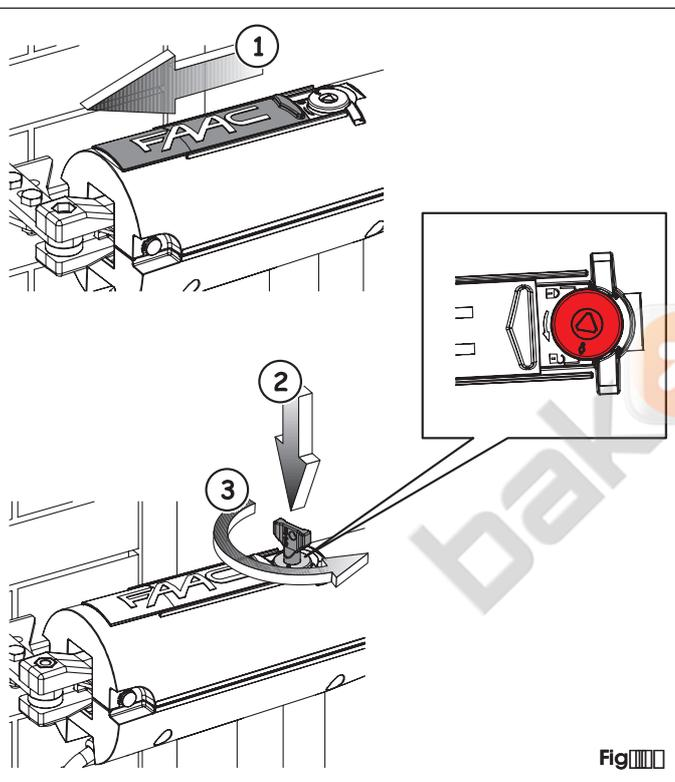
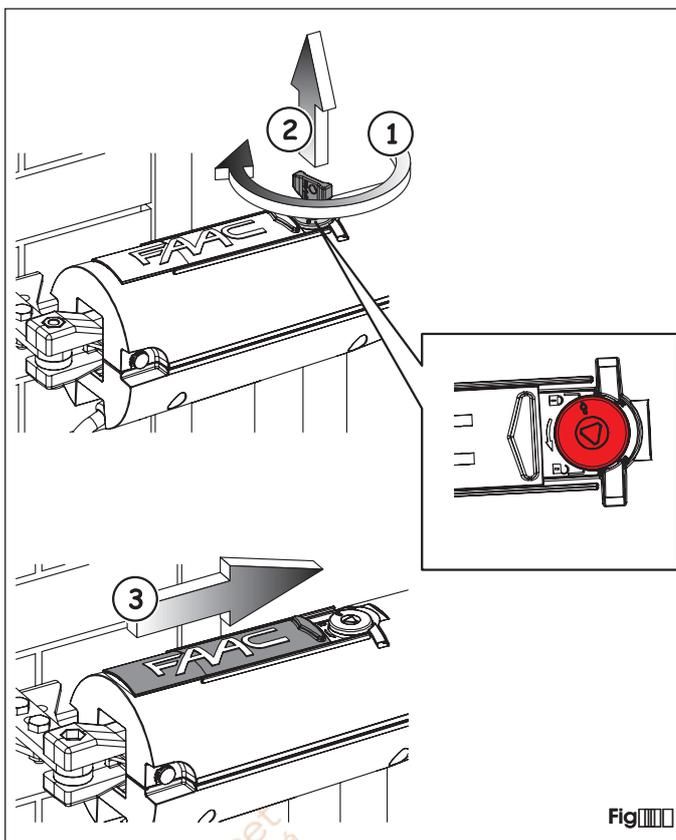

Fig. 1
Fig. 2
- Faire coulisser le capuchon de protection (figure 1) et (2).
- Introduire la clé de déverrouillage fournie (figure 1) et la tourner en sens inverse horaire jusqu'à son arrêt (figure 2). La position de déverrouillage est signalée par un cadenas ouvert.
- Tourner la clé de déverrouillage en sens horaire jusqu'à son arrêt (figure 1) et extraire la clé (figure 2). La position de blocage est signalée par un cadenas fermé.
- Fermer le capuchon de protection (figure 1) et (2).